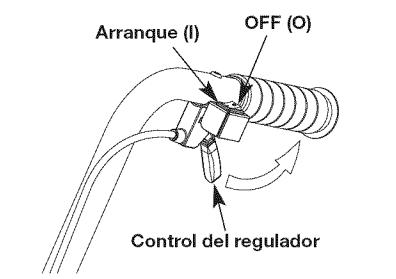

Fig. 8
**NOTA:** No hay necesidad de arrancar la unidad. El control de Encendido/Apagado está en la posición ENCENDIDO (I) en todo momento (Fig. 8).
2. Coloque el control de encendido y apagado en posición de APAGADO (O) (Fig. 8).